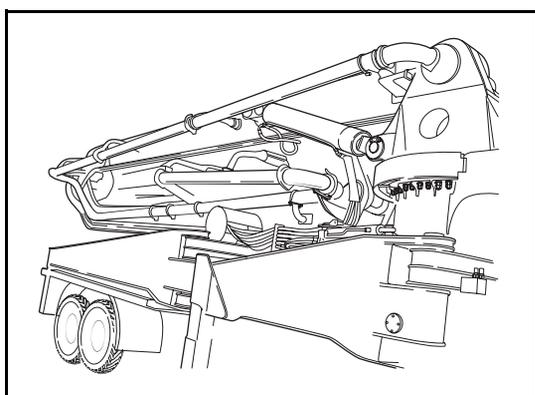

图 4-3(9) 臂架外形图
- (a) 按图 4-3(8) 臂架吊装图所示,吊装前,检查周围环境,臂架上不能有任何杂物;吊装时尽可能低吊,吊到泵车附近时把臂架展高,让臂架(一)的孔正对转台的孔。